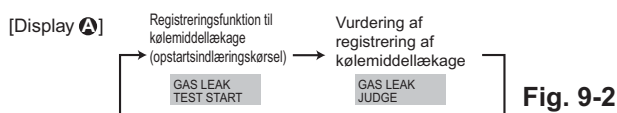

Fig. 9-2
② Tryk på knappen **CLOCK** (▼), og vælg [GAS LEAK TEST START] (START GASLÆKAGETEST). (Fig. 9-2)